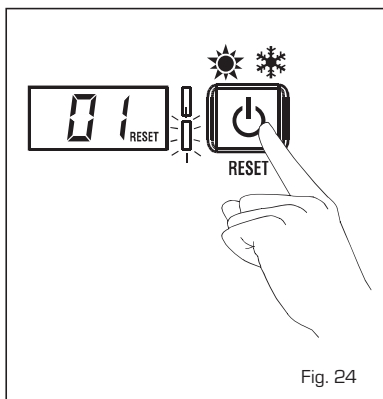

Fig. 24
- ANOMALÍA BAJA PRESIÓN AGUA "AL 02" (fig. 24/a)